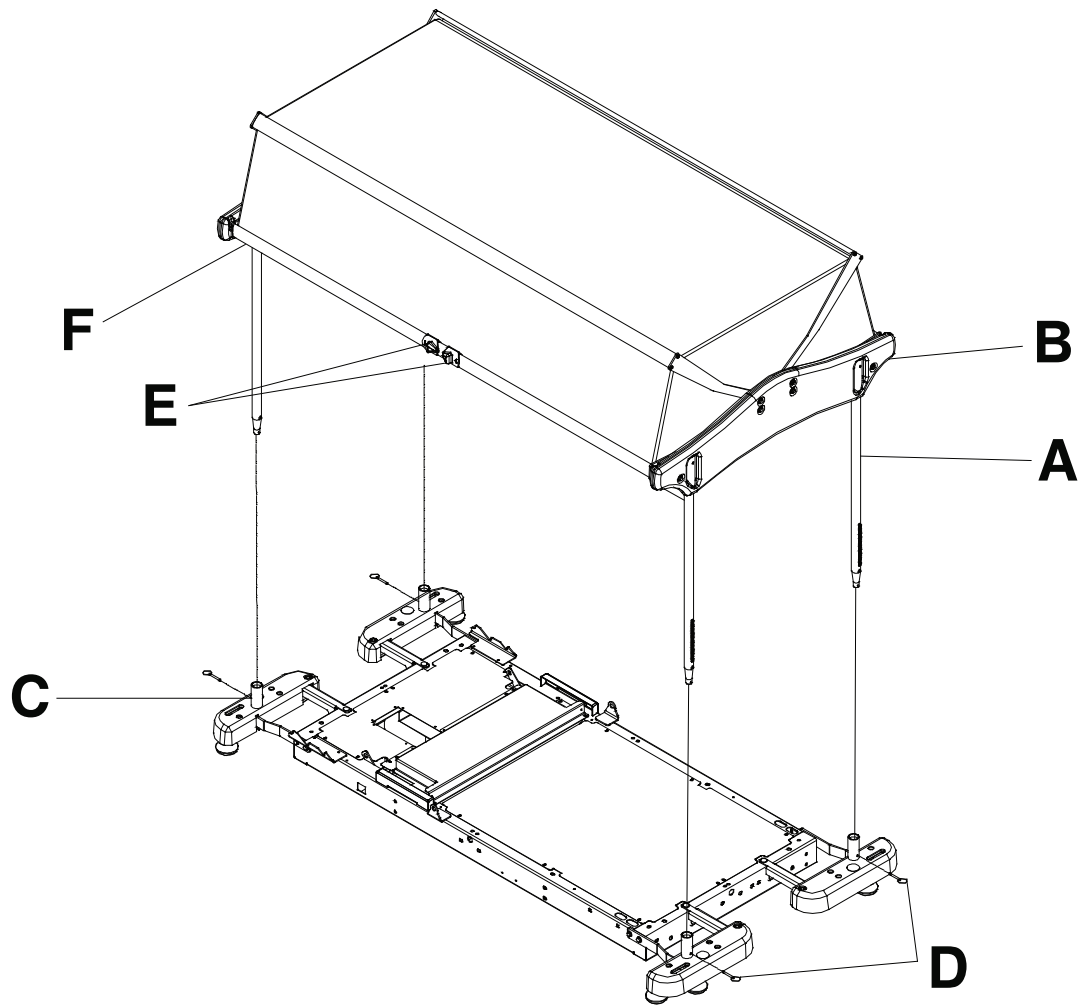

Figura 17 – Cubierta superior protectora retráctil
1. Pulse el pasador de bloqueo situado en la sección superior de cada poste (A). Inserte el poste en la ranura de la estructura de plástico (B) (Figura 17). Repita el proceso con los demás postes.
2. Instale los cuatro postes en los orificios de los soportes de accesorios (C) (Figura 17).
3. Utilizando una llave de combinación de 9/16 in, fije los postes en los orificios de los soportes de accesorios con los cuatro pasadores de enganche (D) (Figura 17).
1. Para abrir la cubierta superior protectora, apriete los dos mandos de liberación (E) y levante la barra inferior (F) hasta la posición deseada (Figura 17).
2. Para cerrar la cubierta superior protectora, agarre la barra inferior (F) y bájela hasta que quede bloqueada en posición (Figura 17).